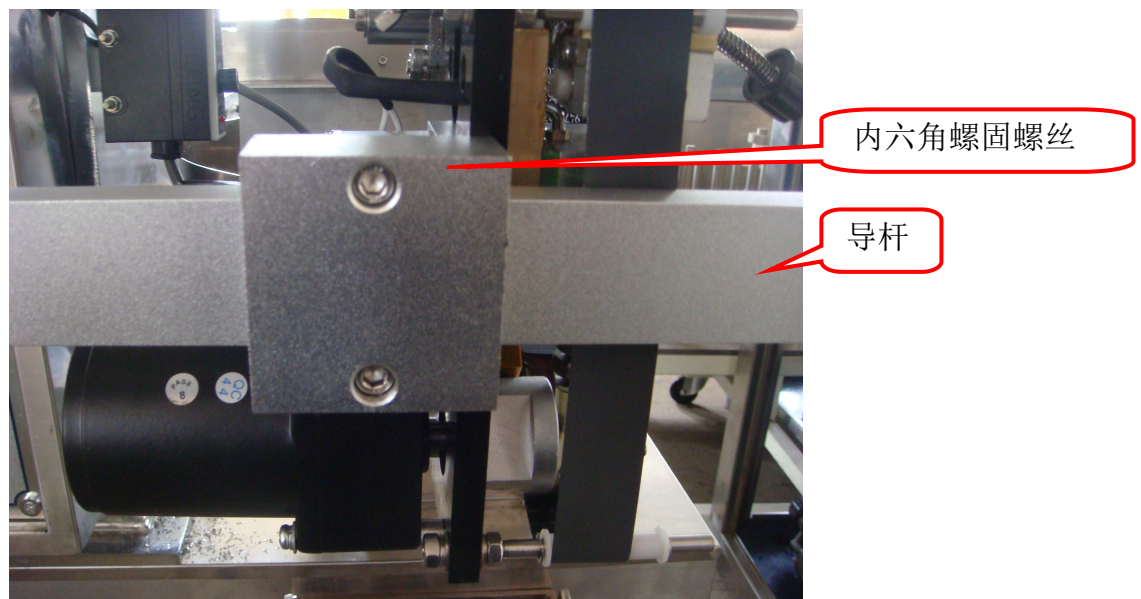

图 20
- 1、如图 20 所示，松开打码机固定座上的两个内六角紧固螺丝，就可在导杆上移动调整至需要打印的位置。